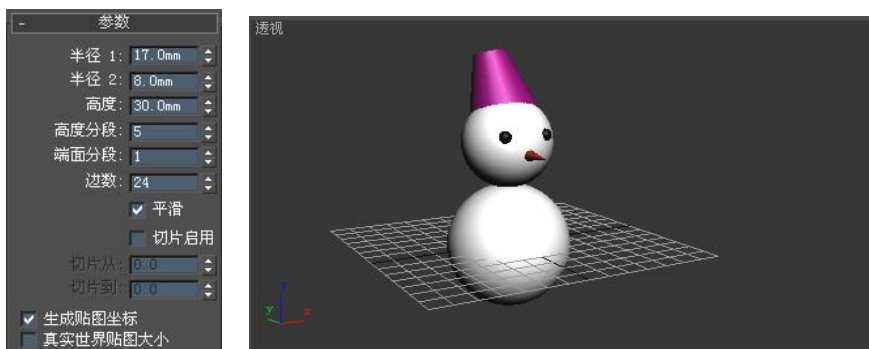

图 2-45 创建帽子
(6) 单击“圆锥体”按钮，在顶视图中创建圆锥体作为雪人的帽子，在参数面板中设置圆锥体的参数，如图 2-45 所示，颜色选择黑色，移动到合适的位置，并且旋转一定的角度。